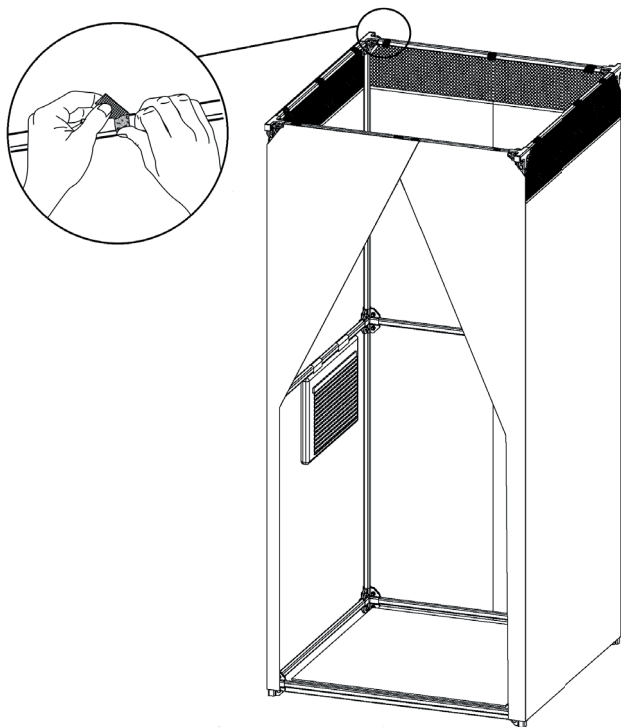

Рис. 13 – Готовая кабина
7. На вертикально установленном каркасе закрепить чехол с помощью текстильных застёжек, рас положив сеточную часть сверху. Внутри расстелить коврик и повесить сумку из-под чехла под душевые принадлежности. (Рис. 13)